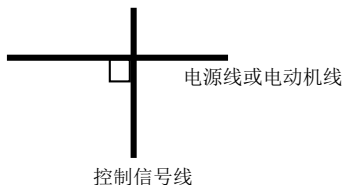

图 4-2 系统配线要求
- (1) 变频器的机电电缆线（U、V、W 端子引出线）与电源电缆线（R、S、T 端子输入线）应该保证足够的距离且尽可能远。
- (2) U、V、W 端子三根电机线尽量置于金属管或金属布线槽内。
- (3) 一般控制信号线应采用屏蔽电缆，屏蔽层与变频器 ⊕ 端相连后，以靠近变频器侧单端接地。
- (4) 变频器 ⊕ 端接地电缆必须直接与接地板相连，不得借用其它设备接地线接地，并且接地点应尽可能靠近变频器。
- (5) 强电电缆（R、S、T、U、V、W）不得与控制信号线平行近距离布线，更不能捆扎在一起，须保持 20~60 厘米（与强电电流大小有关）以上的距离。如果要相交，则应相互垂直穿越，如图 4-2 所示。